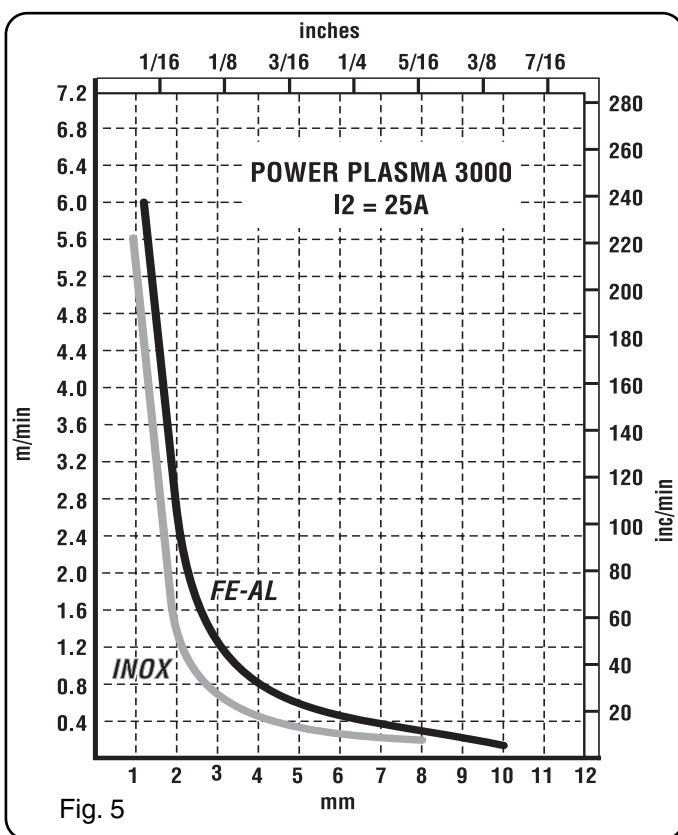

Fig. 5
- Spessore eccessivo del pezzo (vedere diagrammi velocità di taglio, fig. 5)